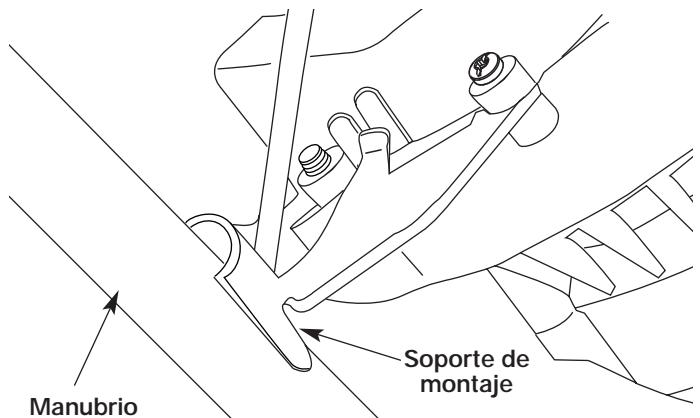
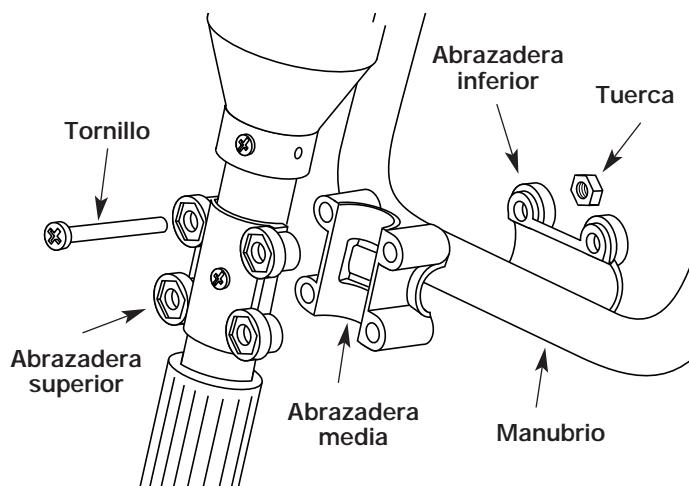

Figure 5
Figure 4
1. Coloque el manubrio entre la abrazadera media y la abrazadera inferior (Fig. 4).
3. De a una por vez, sostenga una tuerca hexagonal en el hueco de la abrazadera inferior con un dedo e instale un tornillo a través del ensamble de la abrazadera. Comience el tornillo con un destornillador Phillips grande. Haga lo mismo con las otras tres (3) tuercas y tornillos. No apriete hasta que ajuste la manija.
4. Coloque las dos (2) abrazaderas del manubrio con una a cada lado cerca de la parte superior del manubrio. Gire el manubrio hasta que se fije en la parte exterior de los dos soportes de montaje sobre el motor (Fig.5).